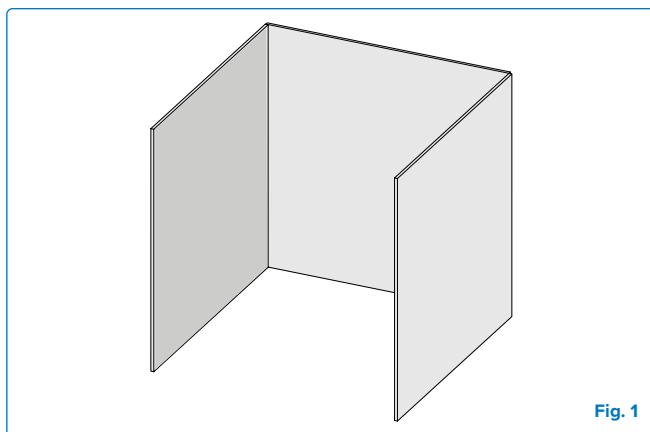

Fig. 1
- Un apparecchio è considerato all'aperto se installato con un riparo non più inclusivo di muri su tre lati, ma senza copertura superiore. **(Fig 1).**